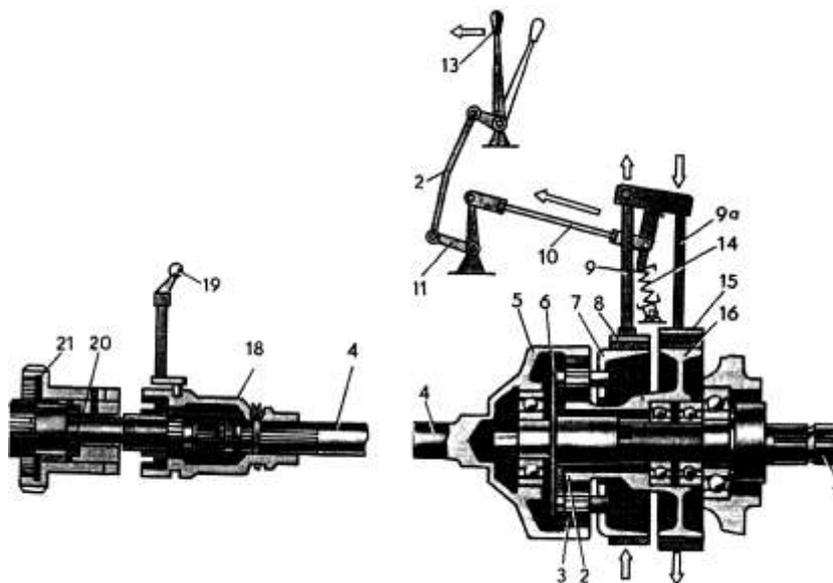

Рис. 41. Вал отбора мощности трактора МТЗ-82
- у трактора **МТЗ-82** затруднённое включение или выключение хвостовика **1** (рис. 41) вала, а также пробуксовывание ленточных тормозов **8** и **15** планетарного редуктора и увеличение хода рукоятки **13** управления ВОМ.